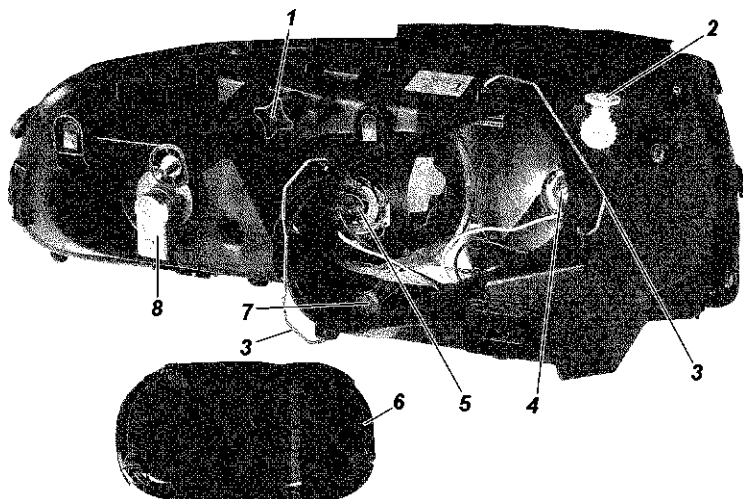

Рис. 9.30. Фара:
3. Включите ближний свет фар и, поочередно закрывая каждую фару, вращением регулировочного винта 1 (рис. 9.30) и регулировочной шестерни 2 добейтесь, чтобы светотеневая граница слева от точек E и E' совпала с линией 1, а справа - с линиями 2 и 2' для левой и правой фар соответственно. Точки перелома светотеневой границы должны совпадать с точками E и E'.
Замена ламп фар. Для замены лампы указателей поворота снимите колодку с патрона 8 (см. рис. 9.30), поверните патрон по часовой стрелке (для правой фары) или против часовой стрелки (для левой фары) и выньте патрон в сборе с лампой.